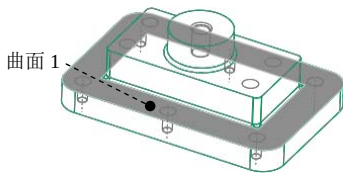

图 4.1.37 选取的曲面
Step5. 在“参考”设置界面中，单击 **起始** 下拉列表右侧的 按钮，在弹出的菜单中选择 命令，然后选取图 4.1.37 所示的曲面 1 作为起始曲面，单击 **终止** 下拉列表右侧的 按钮，在弹出的菜单中选择 命令，然后在其后的文本框中输入数值 5.0。